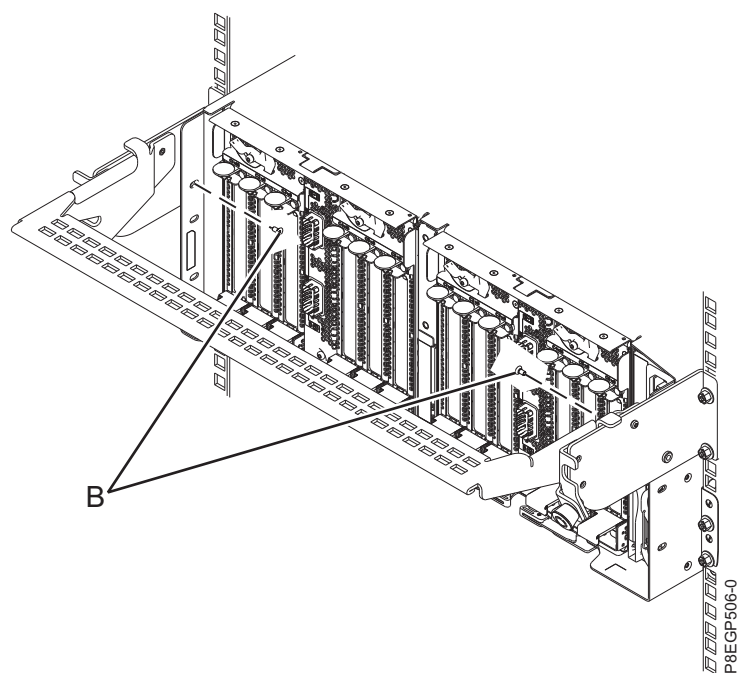

Figura 14. Colocación de los tornillos de fijación
12. Para fijar el cajón al bastidor, coloque los dos tornillos de fijación **(B)**, tal como se muestra en la Figura 14.